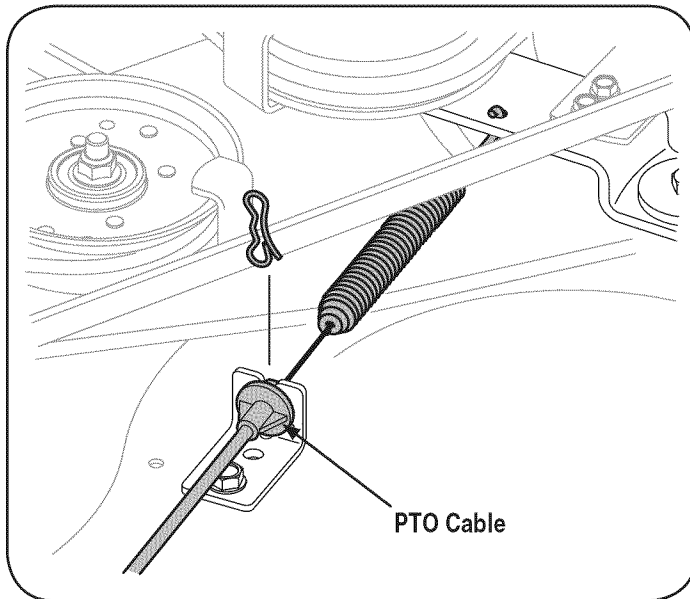

Figura 18
9. Retire con cuidado el cable de toma de fuerza de la parte trasera de la plataforma de corte al eliminar el clip de horquilla que lo sujeta. Retire el muelle del soporte rueda loca de la cubierta. Véase la Figura 18.